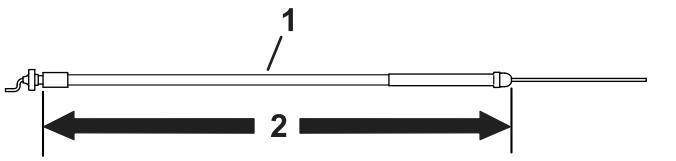

Рисунок 6
- Используйте трос дроссельной заслонки длиной 172,2 см для тягового блока модели 04056; см. Рисунок 6.